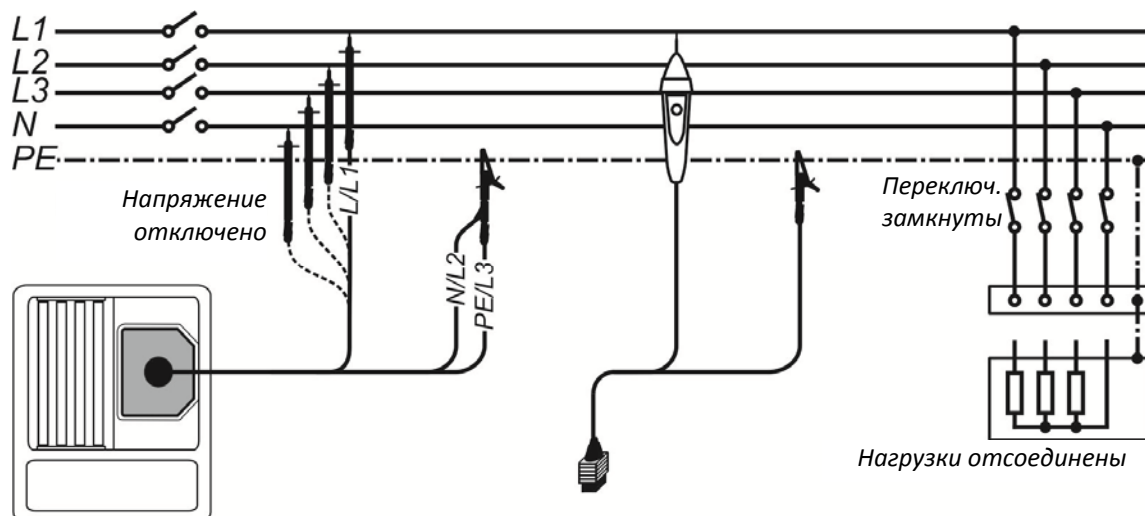

Рисунок 5.3: Подключение 3-проводного тестового кабеля и щупа с наконечником «Tip commander» ($U_N \leq 1$ кВ)
- ❑ **Подключите** измерительный кабель к прибору и тестируемому элементу (см. Рисунок 5.3: Подключение 3-проводного тестового кабеля и щупа с наконечником «Tip commander» ($UN \leq 1 \text{ кВ}$)